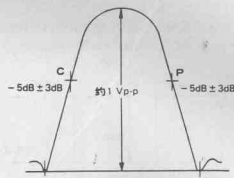

图7
⑥用 120 Ω 的阻尼电阻与 R 217(于 IF 装置之中)并联相接;
⑦将 IF 装置的销③接地, AFT 即为关闭;
⑧调节 IF AGC 的电压, 使其输出电平为 1 Vp-p;
⑨确认所得全波形如图 7 所示。